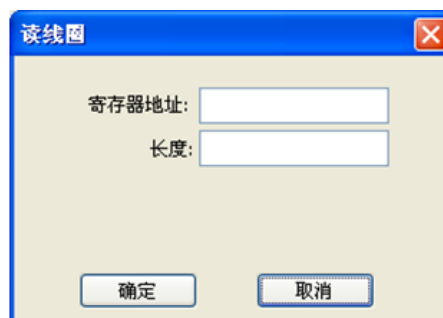

图 5.26 读线圈输入框
1. 点击“校准”->“线圈”->“读线圈”按钮，弹出“读线圈”窗口，如图 5.26 所示：